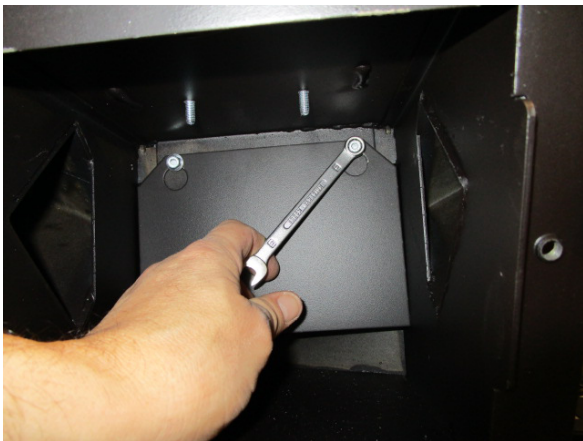

Fig. 65 - Lösen der Schrauben
- Die Spannschrauben des Rauchabweisers lösen (siehe **Fig. 65 auf S. 34**).